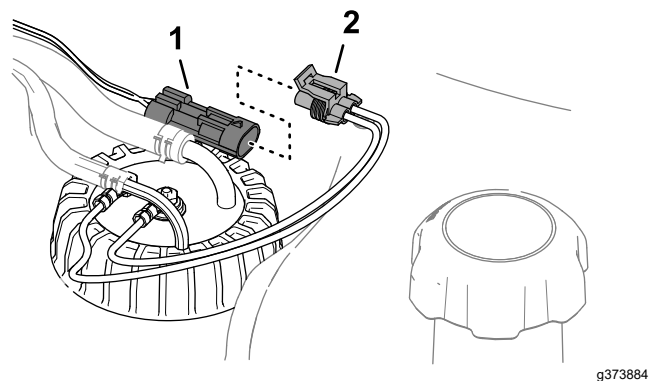

Bild 125
6. Verbinden Sie den Steckverbinder des Kraftstoff-Füllstandssensors mit dem Steckverbinder des Maschinenkabelbaums (Bild 125).